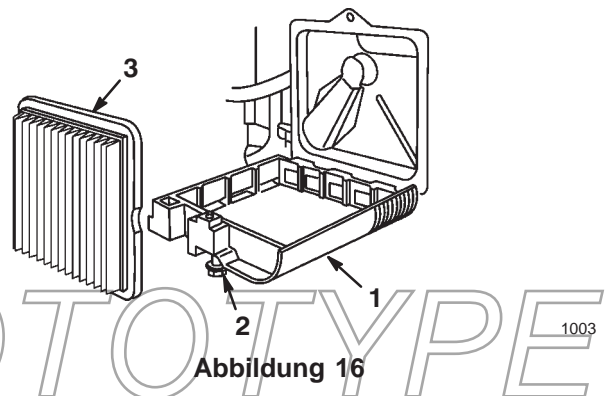

Abbildung 16
2. Die Schraube entfernen, mit der die Luftfilterabdeckung am Motor befestigt ist (Abb. 16). Die Abdeckung nach unten kippen und gründlich reinigen.
3. Den Papierfilter des Luftfilters (Abb. 16) entfernen und wegwerfen.